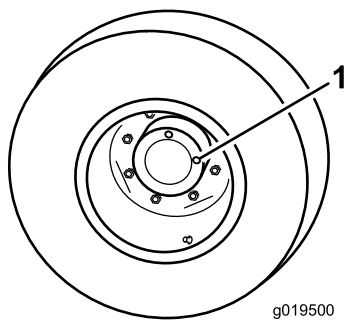

Рисунок 14
1. Поставив машину на ровную поверхность, расположите колесо так, чтобы одна контрольная пробка (**Рисунок 14**) находилась в положении 12 часов, а вторая в положении 3 часа.
2. Снимите пробку в положении 3 часа (Рисунок 14). Уровень масла должен располагаться у низа отверстия контрольной пробки.